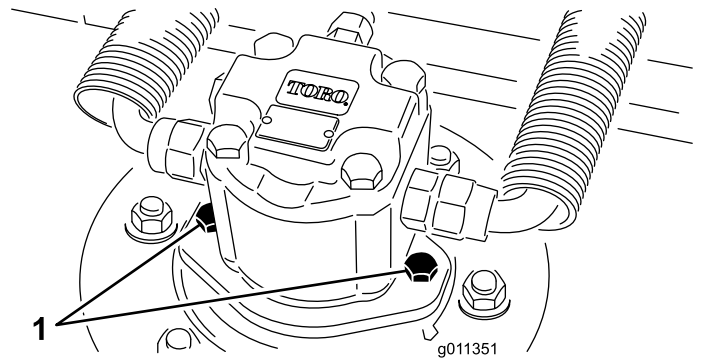

Bild 97
2. Klemmen Sie den Hydraulikmotor vom Mähwerk ab und entfernen ihn (**Bild 97**). Decken Sie die Spindeloberseite ab, um einer Verunreinigung vorzubeugen.
3. Montieren Sie den Hydraulikmotor am Mähwerk (Bild 97) Stellen Sie sicher, dass sich der O-Ring unbeschädigt in seiner Position befindet.